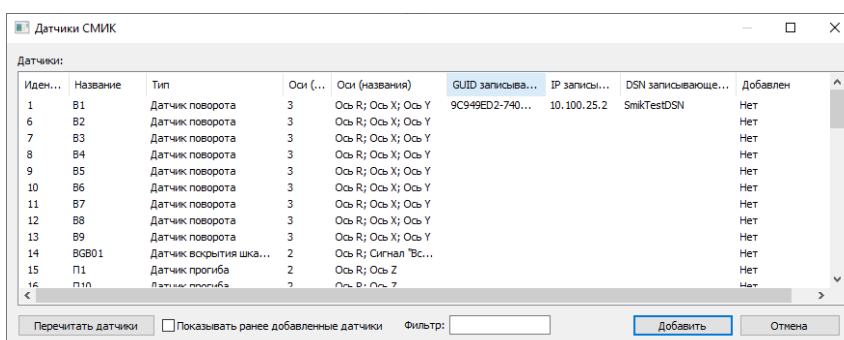

Рис. 14. МДП «Датчики СМИК»
- Выберите в дереве элементов ветвь, в которой предполагается наличие искомым элементов, и нажмите кнопку «Поиск» ниже или комбинацию клавиш «Ctrl + F». На экране появится МДП «Поиск переменных на OPC сервере», показанная на Рис. 14.